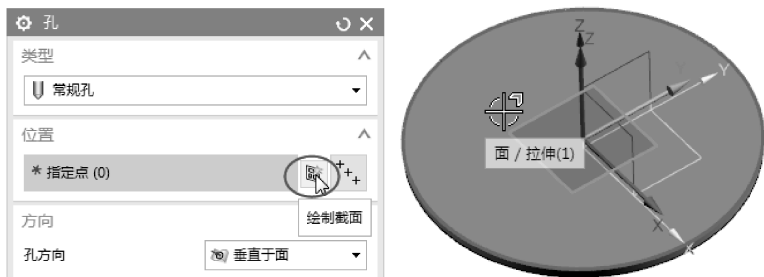

图 3-68 选择绘制孔截面的草图平面
- 02 在【位置】选项区中单击【绘制截面】按钮，并以底座上表面作为草图平面，进入草图环境中，如图 3-68 所示。